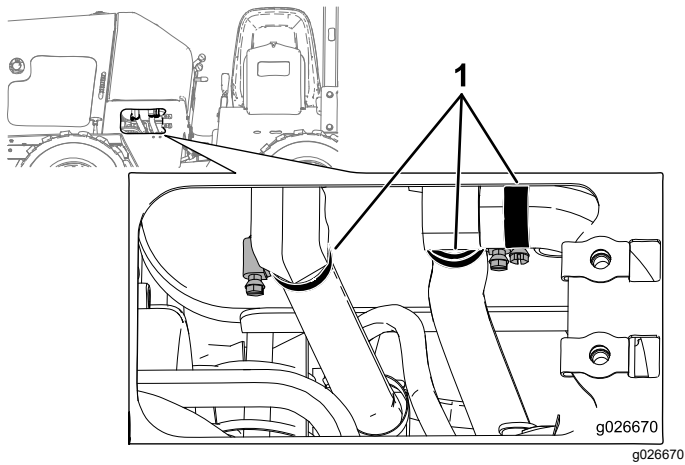

Рисунок 44
6. Снимите левую боковую плоскую крышку и ослабьте 3 шланговых хомута под гидравлическим баком (Рисунок 44).